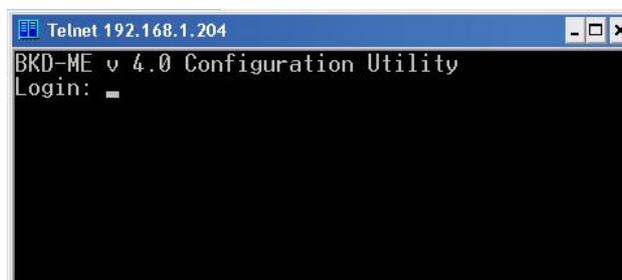

Рисунок 10 - Окно Telnet
- 4) При установлении соединения откроется следующее окно (рисунок 10).